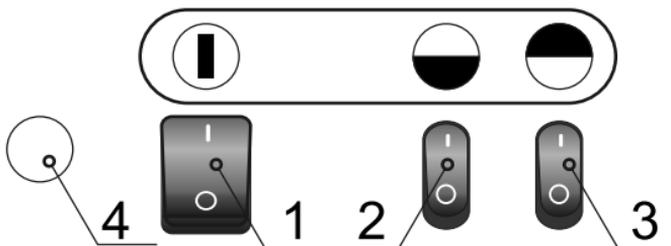

Рис.2. Пульт управления.
На планке кнопок управления поз. 2 расположены выключатель сетевой поз.1(рис.2) и выключатели нагревателей поз.2 и 3 (рис 2) и лампа индикаторная автопродува 4.
- 7.1.1. Для включения тепловентилятора в режим вентиляции необходимо включить клавишу сетевого выключателя (поз.1 рис.2) в положение , при этом включается вентилятор и загорается подсветка клавиши.
- Для работы в режиме 2 установить клавиши поз. 2 и 3 (рис.2) в положение